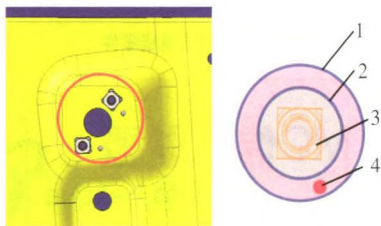

图6 防错凸点的设计位置
2) 设计凸点、凸台、到位圆圈等, 以指示凸焊位置、凸焊方向。其中防错凸点应设计在凸焊上、下电极所形成的空心环之间, 如图6所示。